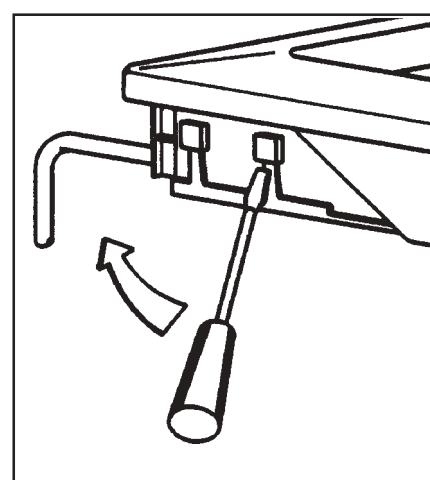

Fig. 5
- tirar ligeramente hacia arriba (Fig. 5).